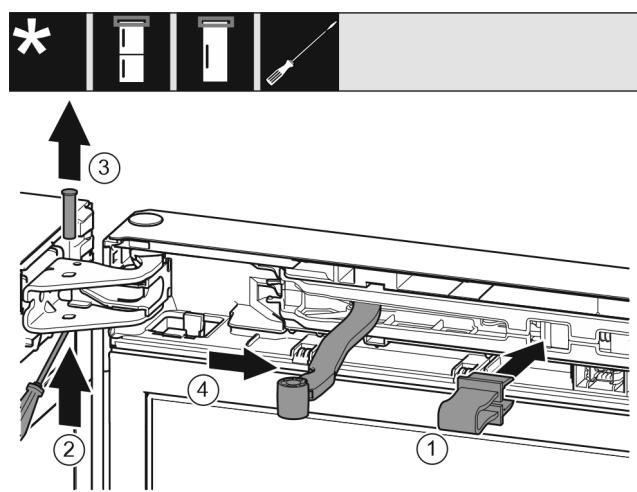

Fig. 11
- Bolzen Fig. 11 (2) herausziehen.
- Bolzen Fig. 11 (3) nach oben herausnehmen.
- Gelenk Fig. 11 (4) in Richtung Tür drehen.
- Sicherung Fig. 11 (1) in Öffnung einrasten.